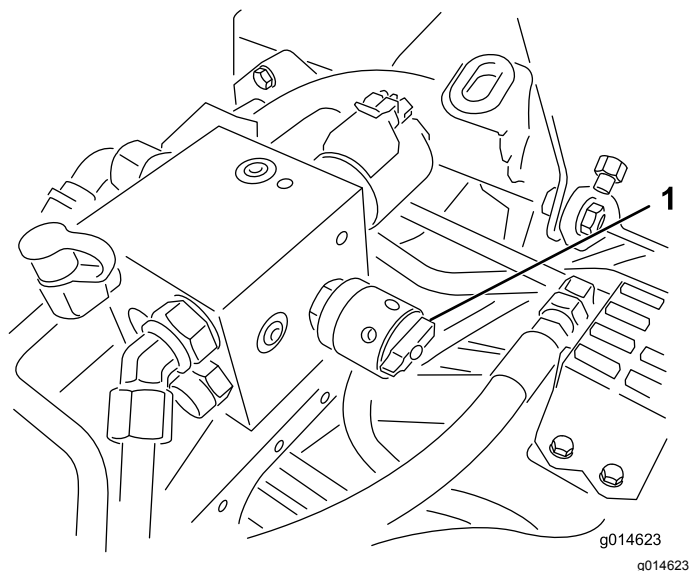

図 53
6. リール速度コントロールを 1 にセットする 図 53。